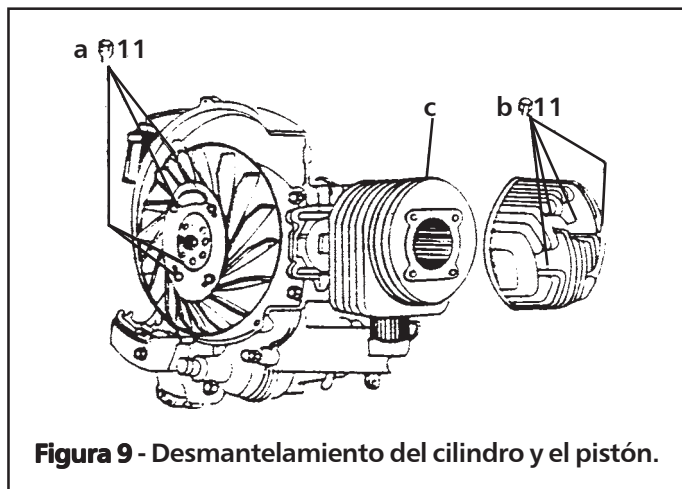

Figura 9 - Desmantelamiento del cilindro y el pistón.
- g) Saque cuidadosamente el bloque del cilindro mientras que sostiene el pistón con la mano para que no se raye (ver C en la figura 9).